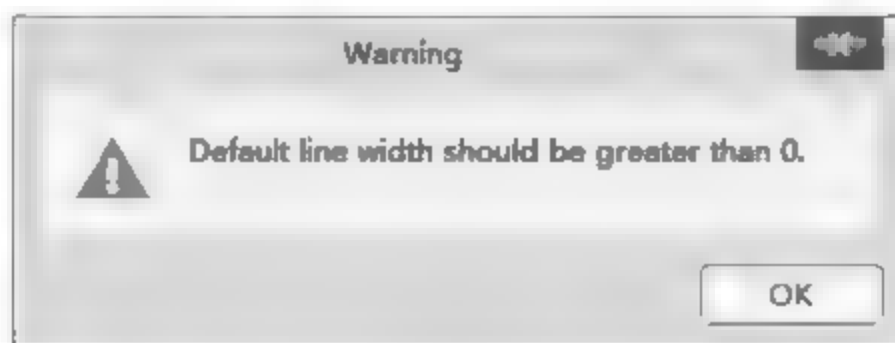

图 8-37 导入结构的警告
5. AutoCAD 结构导入到 AD 后,PCB 出现 Default line width should be greater than 0 的警告,如图 8-37 所示。如何解决?